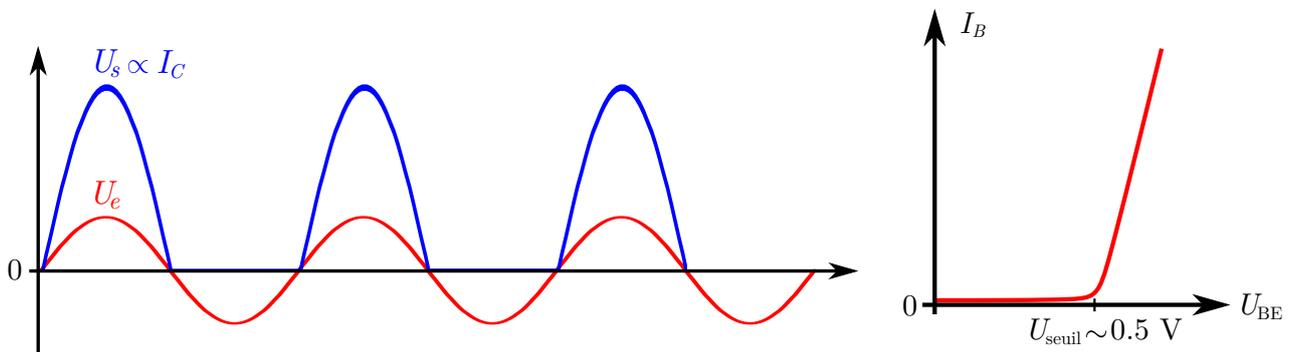

FIGURE 5 – Courant amplifié par un transistor NPN.
- **Manip d'illustration** : on remplace l'alimentation variable fournissant $U_e = c^{\text{st}}$ par un GBF, de sorte à fournir à l'entrée du circuit un courant I_B sinusoïdal de 300 Hz. On visualise à l'oscilloscope la tension U_s aux bornes de la résistance R_p à l'aide d'une sonde différentielle³, qui est directement proportionnelle à I_C . On constate qu'un transistor NPN n'amplifie que les courants positifs, comme indiqué figure 5. En effet, la jonction base-collecteur d'un transistor NPN n'est rien d'autre qu'une jonction PN, c'est à dire qu'une diode qui ne laisse passer que dans un seul sens le courant.